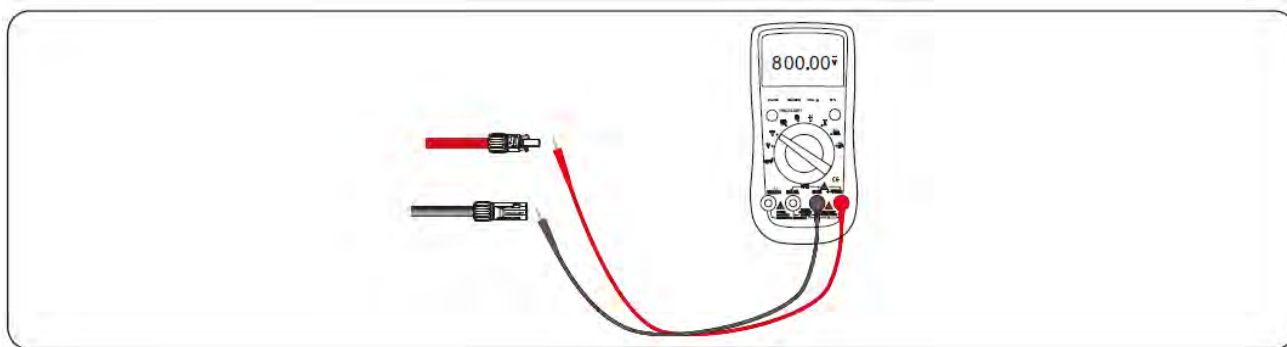

Figura 5.15 - Controllo della tensione di ogni percorso delle stringhe
**Fase 5** Misurare la tensione di ogni percorso delle stringhe tramite un multimetro. Assicurarsi che le polarità dei cavi di alimentazione di ingresso CC siano corrette, come mostrato nella Figura 5.15.